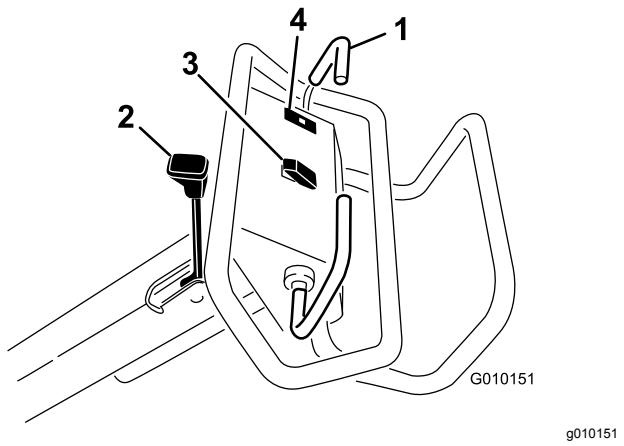

Figura 13
Para conducir hacia adelante, mueva la palanca de tracción hacia adelante. Para conducir hacia atrás, mueva la palanca de tracción hacia atrás (Figura 13).
Para poner el freno de estacionamiento, mueva la palanca hacia el motor. Para quitar el freno de estacionamiento, mueva la palanca hacia adelante (Figura 13).
El indicador de presión del aceite (Figura 13) se enciende cuando la presión de aceite del motor cae por debajo de un nivel seguro. Si se produce una baja presión del aceite, apague el motor e investigue la causa. Repare la avería antes de arrancar el motor de nuevo.
**Elevar** – pulse la parte superior del interruptor (Figura 13) para elevar y desengranar el cabezal de perforación. El motor debe estar en marcha para generar presión de elevación. Si el cabezal de perforación está más bajo que la altura de transporte, consulte Reinicio del circuito de control del sistema (página 27).
**Bajar/Engranar** – pulse la parte inferior del interruptor (Figura 13) para bajar y engranar el cabezal de perforación. Para poder accionar el interruptor, la palanca de tracción debe estar desplazada hacia adelante.